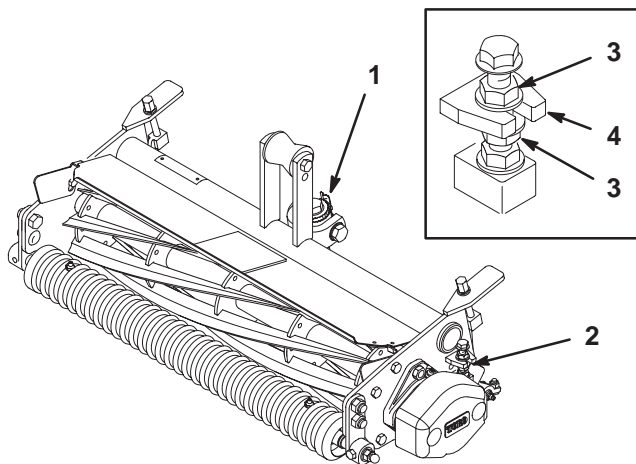

Bild 2
2. Stellen Sie, indem Sie das Untermesser-Einstellrad entgegen dem Uhrzeigersinn drehen (Bild 2) sicher, dass die Spindel das Untermesser nicht berührt.
4. Lockern Sie die Sicherungsmuttern, mit denen das linke Untermesser-Schwenkgehäuse abgesichert wird (Bild 2).
5. Drehen Sie die Bundmuttern (Bild 2, Ausschnitt) oben und unten am Chassismitnehmer im oder entgegen dem Uhrzeigersinn, um das Untermesser ggf. anzuheben oder abzusenken. Lockern Sie die untere Bundmutter nicht. Ziehen Sie die Bundmuttern wieder fest gegen den Chassismitnehmer, wenn die gewünschte Einstellung herbeigeführt wurde.